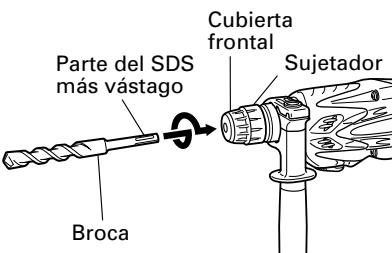

Fig. 2
**6. Montaje de la broca (Fig. 2)**
- (1) Limpie la parte del vástago de la broca de taladro.
- (2) Inserte la broca de taladro girando en el sujetador de la herramienta hasta que se asegure bien. (Fig. 2)
- (3) Verifique si esta bien asegurado tirando de la broca de taladro.